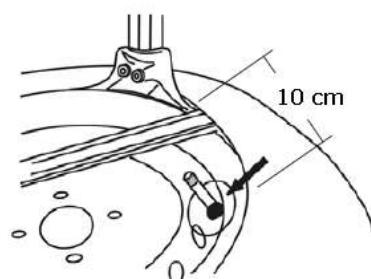

Abb. 35
**HINWEIS:** Wenn Reifenschlauch vorhanden, Montagekopf gemäß Abb. 35 positionieren.